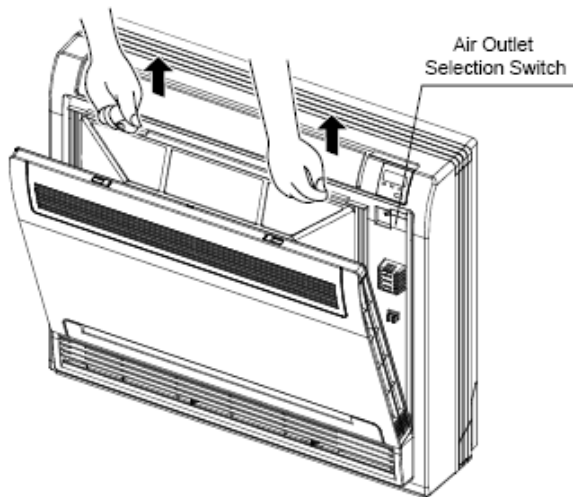

Fig.7-2
- Haga la selección de flujo de aire según lo que más le convenga. (Consulte la Fig. 7-2 sobre la posición)
Presione las pestañas de derecha e izquierda del filtro de aire ligeramente hacia abajo y, a continuación, tire hacia arriba (consulte la fig. 7-2)